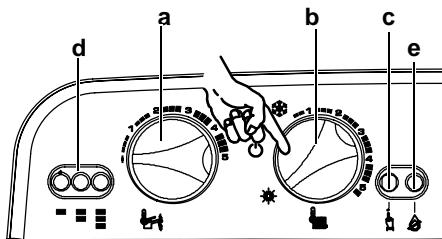

Fig. 9.11 Tablero de mandos
- 1 Dar alimentación eléctrica a la caldera accionando el interruptor bipolar previsto en la instalación; la luz de señalización **d** de la Fig. 9.11 parpadeará cada 4 segundos.
- 4 Mantener pulsado el botón de restablecimiento **c** de la Fig. 9.11 durante 10 segundos, aproximadamente, hasta que el indicador luminoso de bloqueo **e** comience a parpadear
- 5 Para calibrar la función *deshollinamiento*, los indicadores luminosos de señalación **d** de la Fig. 9.11 deben mostrarse como en la Fig. 9.12
- 6 Mantener pulsado de nuevo el botón de restablecimiento **c** de Fig. 9.11 durante aproximadamente 5 segundos, el indicador luminoso de paro **e** se apaga, mientras que los indicadores luminosos **d** parpadean como para la solicitud de potencia de calefacción Fig. 9.13